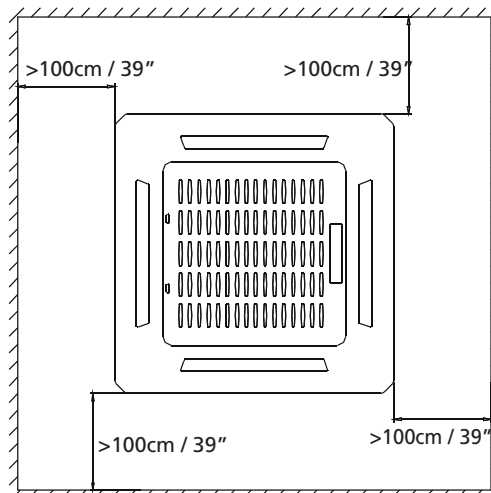

Abb. 3.3
1. Verwenden Sie das Schaumstoff-Dichtungsmittel, um ein viereckiges Loch in die Decke zu schneiden, wobei auf jeder Seite mindestens 1 m (39 ") verbleiben muss. Das Loch muss 60x60cm (23.6x23.6") oder 90x90cm (35.4x35.4") . (Siehe Abb. 3.3). Markieren Sie die Bereiche, in denen die Deckenankerlöcher gebohrt werden.